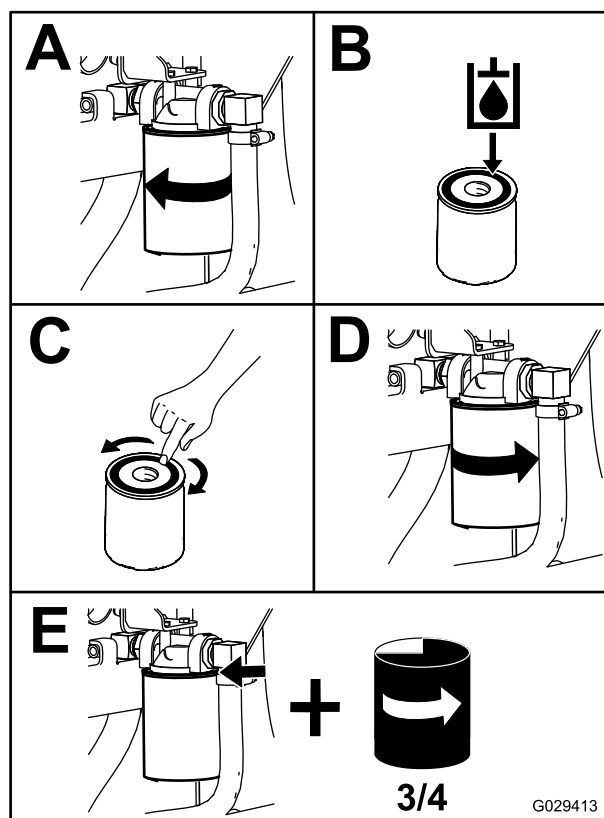

Figure 56
4. Placez un bac de vidange sous le filtre et remplacez le filtre (Figure 56).